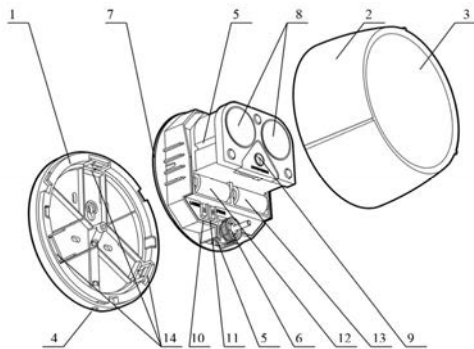
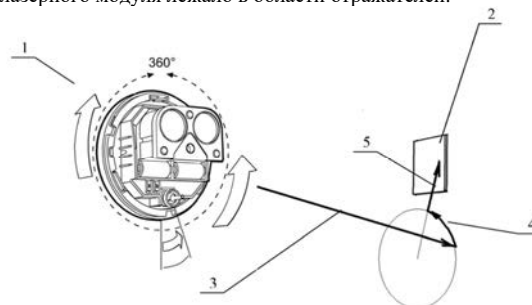

Рис.1
Рис. 3
Вид БИП со снятой крышкой показан на рис.1:
7.1. Для включения лазерного модуля необходимо перевести переключатель "LASER" (10 рис. 1) в положение ON. Процесс настройки сводится к совмещению пятна луча лазерного модуля с отражателями (см. рисунок 3). Для этого необходимо механизм юстировки оптической системы по углу поворота (7 рис. 1) максимально приблизить пятно от лазерного модуля к отражателю, затем ручкой юстировки оптической системы по углу наклона (6 рис. 1) совместить пятно с отражателем. Диаметр пятна ИК-луча извещателя на расстоянии 40 м от извещателя составляет примерно 1,2 метра, поэтому нет необходимости точно совмещать центр пятна луча лазерного модуля с центром отражателей. Достаточно, чтобы пятно луча лазерного модуля лежало в области отражателей.
7.3. Для перехода в рабочий режим необходимо перевести переключатель "LASER" (10 рис. 1) в положение, обратное ON. Должен загореться зеленый